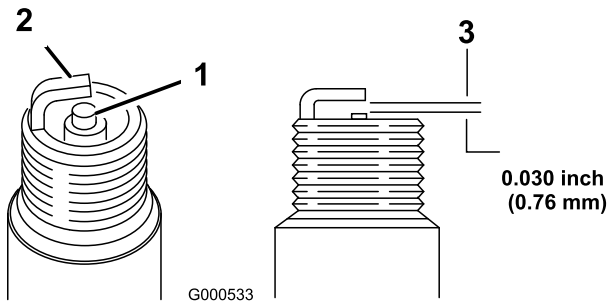

図 53
- 中央の電極部 (図 53) を観察する。
- すきまゲージでエア・ギャップの点検を行い、隙間の大きさが適切でなければ側面の電極を注意深く曲げて調整する (図 53)。